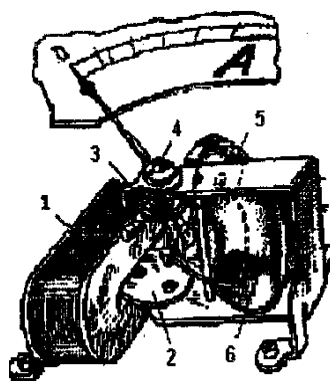

Рис.4
Приборы **электромагнитной системы** (рис. 4) состоят из многовитковой катушки (1) с прорезью, куда при пропускании тока втягивается железный сердечник (2), эксцентрично закрепленный на одной оси (4) со стрелкой. Высокоточная спиральная пружина (3) создаёт противодействующий момент, пропорциональный углу поворота. Слабые токи прибор чувствует плохо и шкала неравномерная. Демпфирующий поршень (5), также соединённый со стрелкой, при движении внутри цилиндра (6) испытывает сопротивление воздуха и быстро успокаивает колебания стрелки. Существенным преимуществом прибора является его работоспособность, как на постоянном, так и на переменном токе: при смене направления тока в катушке в сердечнике направление намагниченности также меняется, и направление втягивающего момента сохраняется. Не боится он и перегрузок по току, прочен, прост в устройстве. Вместе с тем, меньшая точность, чем в магнитоэлектрической системе, нелинейность шкалы и чувствительность ко внешним магнитным полям являются недостатками прибора, не позволяющими использовать его в качестве гальванометра. **Обычно приборы такой системы служат для измерения только переменных токов и напряжений сравнительно больших величин.**